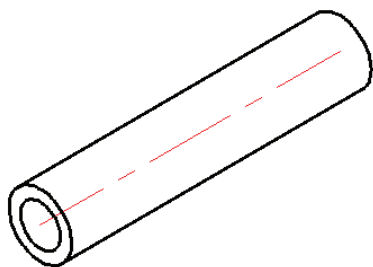

图 10-50 练习题的等轴测图参考
- (1) 根据轴测投影线方向和轴测投影面的位置不同，可以将轴测图分为哪种类型？
- (2) 在 AutoCAD 2016 中，如何将捕捉类型设置为“等轴测捕捉”？
- (3) 在 AutoCAD 2016 中，将捕捉类型设置为“等轴测捕捉”后，如何进行等轴测平面的切换？
- (4) 如何绘制等轴测圆？请举例进行说明。
- (5) 课外研习：在 AutoCAD 2016 中，如何设置用于轴测图标注的文字样式和标注样式？
- (6) 绘制图 10-50 所示的等轴测图，具体的尺寸由读者自行确定。本书光盘提供了练习参考文件“10_ex6.dwg”，位于随书光盘的“CH10”文件夹中。